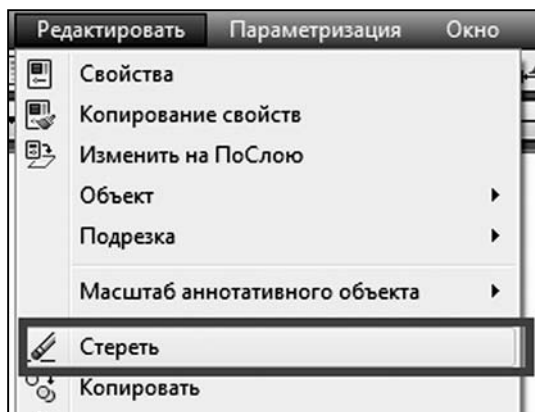

Рис. 4.1. Вызов команды «Стереть» из строки меню
- ♦ из строки меню «*Редактировать*» → «*Стереть*» (рис. 4.1);